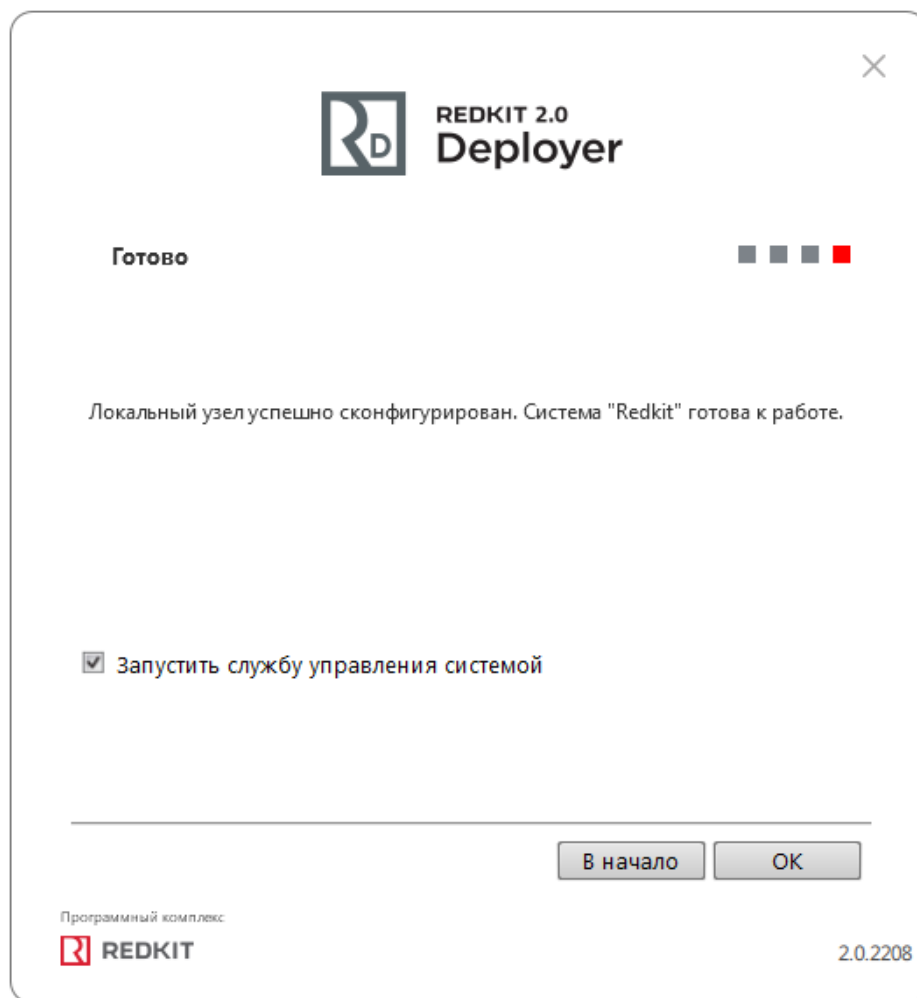

Рисунок 92 - Завершение конфигурирования
- Отметьте чекбокс у команды **Запустить службу управления системой** и нажмите **ОК** (Рисунок 92).